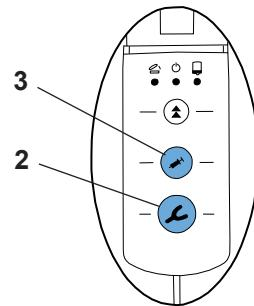

Abb. 8
- Wird ohne vorherige Programmauswahl eine Taste zum Auspressen (Abformlöffel (2, Abb. 8) oder Dispenser (3, Abb. 8) gedrückt, aktiviert das Gerät automatisch das  -Programm. Die LED neben der -Taste leuchtet.